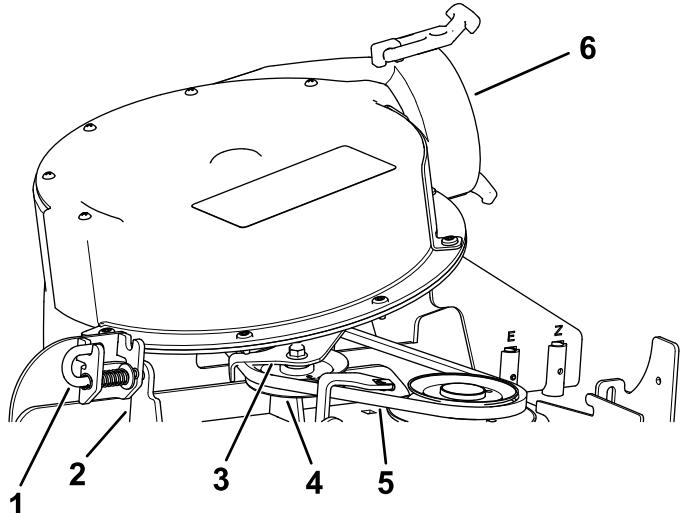

Figura 20
4. Spostate il perno di bloccaggio dalla posizione di blocco alla posizione di apertura (Figura 20).
5. Chiudete il gruppo del soffiatore e allineate il perno di bloccaggio con il foro sulla staffa della guida di carico (Figura 20).